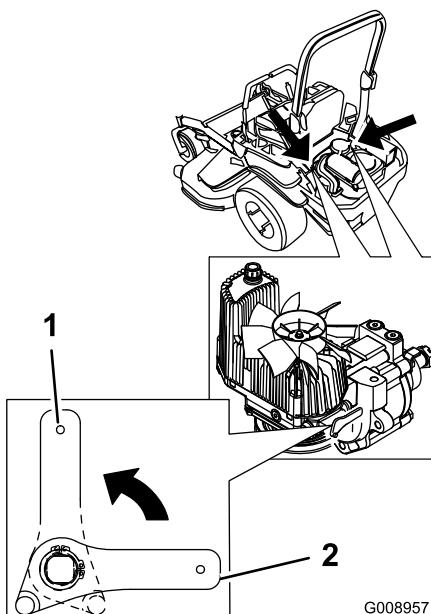

Figura 38
2. Rode as alavancas da válvula de libertação na posição vertical para empurrar a máquina (Figura 38).
4. Rode as alavancas da válvula de liberação horizontalmente para a máquina trabalhar (Figura 38).